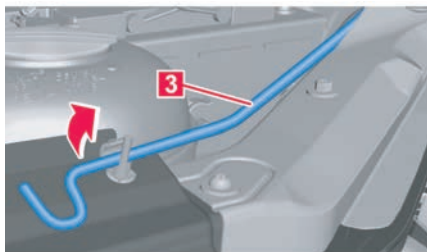
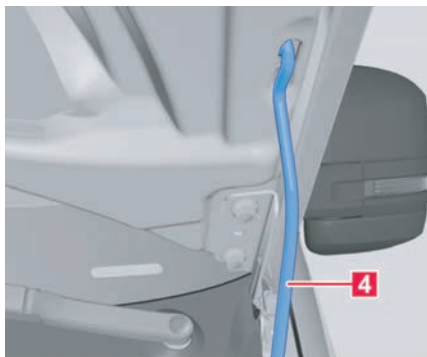

Abb. 185 Im Frontraum : Klappenstütze in der Halterung.
Abb. 186 An der Frontklappe: Aufnahme für die Klappenstütze.
4. Klappenstütze in Pfeilrichtung aus der Halterung → **Abb. 185 3** nehmen und in die Öffnung → **Abb. 186 4** einsetzen.
2. Klappenstütze aus der Öffnung → **Abb. 186 4** aushaken und in die Halterung stecken → **Abb. 185 3**.